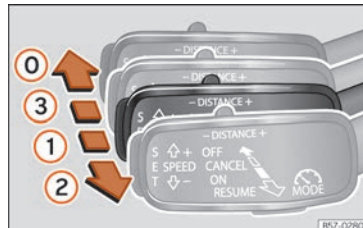
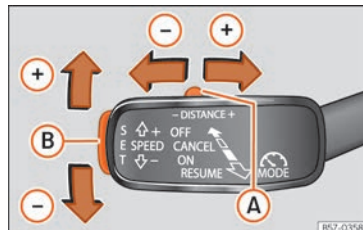

Fig. 235 A la izquierda de la columna de la dirección: tercera palanca para manejar el ACC.
Fig. 236 A la izquierda de la columna de la dirección: tercera palanca para manejar el ACC.
- Para activar el ACC mueva la tercera palanca a la posición **ON** »» fig. 235 ①. En este momento el ACC no está activo ni hay velocidad programada.
- A continuación pulse la tecla **SET** »» fig. 236 ⑧ o desplace la palanca a la posición **RESUME** »» fig. 235 ②. En este momento se activa el ACC, se programa la velocidad actual y la distancia. La imagen del cuadro pasará a modo Activo »» fig. 233 ③.
- En caso de que se desee incrementar la velocidad en intervalos de 1 km/h (0,6 mph), desplace la palanca hacia la posición **RESUME** »» fig. 235 ② o para disminuirla pulse la tecla **SET** »» fig. 236 ⑧.
- Para aumentar o reducir el nivel de distancia desplace la tecla  hacia la derecha o la izquierda »» fig. 236.
- Para desconectar el ACC mueva la palanca a la posición **OFF** (fija) »» fig. 235 ①. En ese momento aparece el texto **ACC desactivado** y la función queda completamente desactivada.